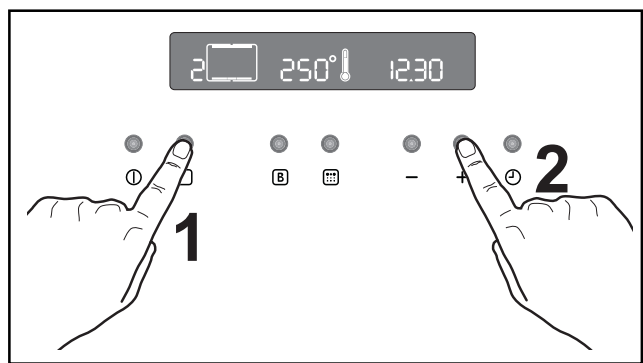

Fig. 3
3. Appuyez deux fois sur la touche de sélection  et sélectionnez la fonction "Cuisson traditionnelle"  (fig. 3).
4. Réglez la température à 250°C en utilisant la touche "+" (Fig. 3).